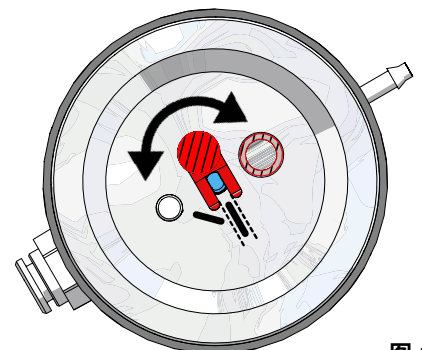

图 12
- ⇒ 定量喷嘴必须用25 - 70 μm砂罐来调整（图12）！